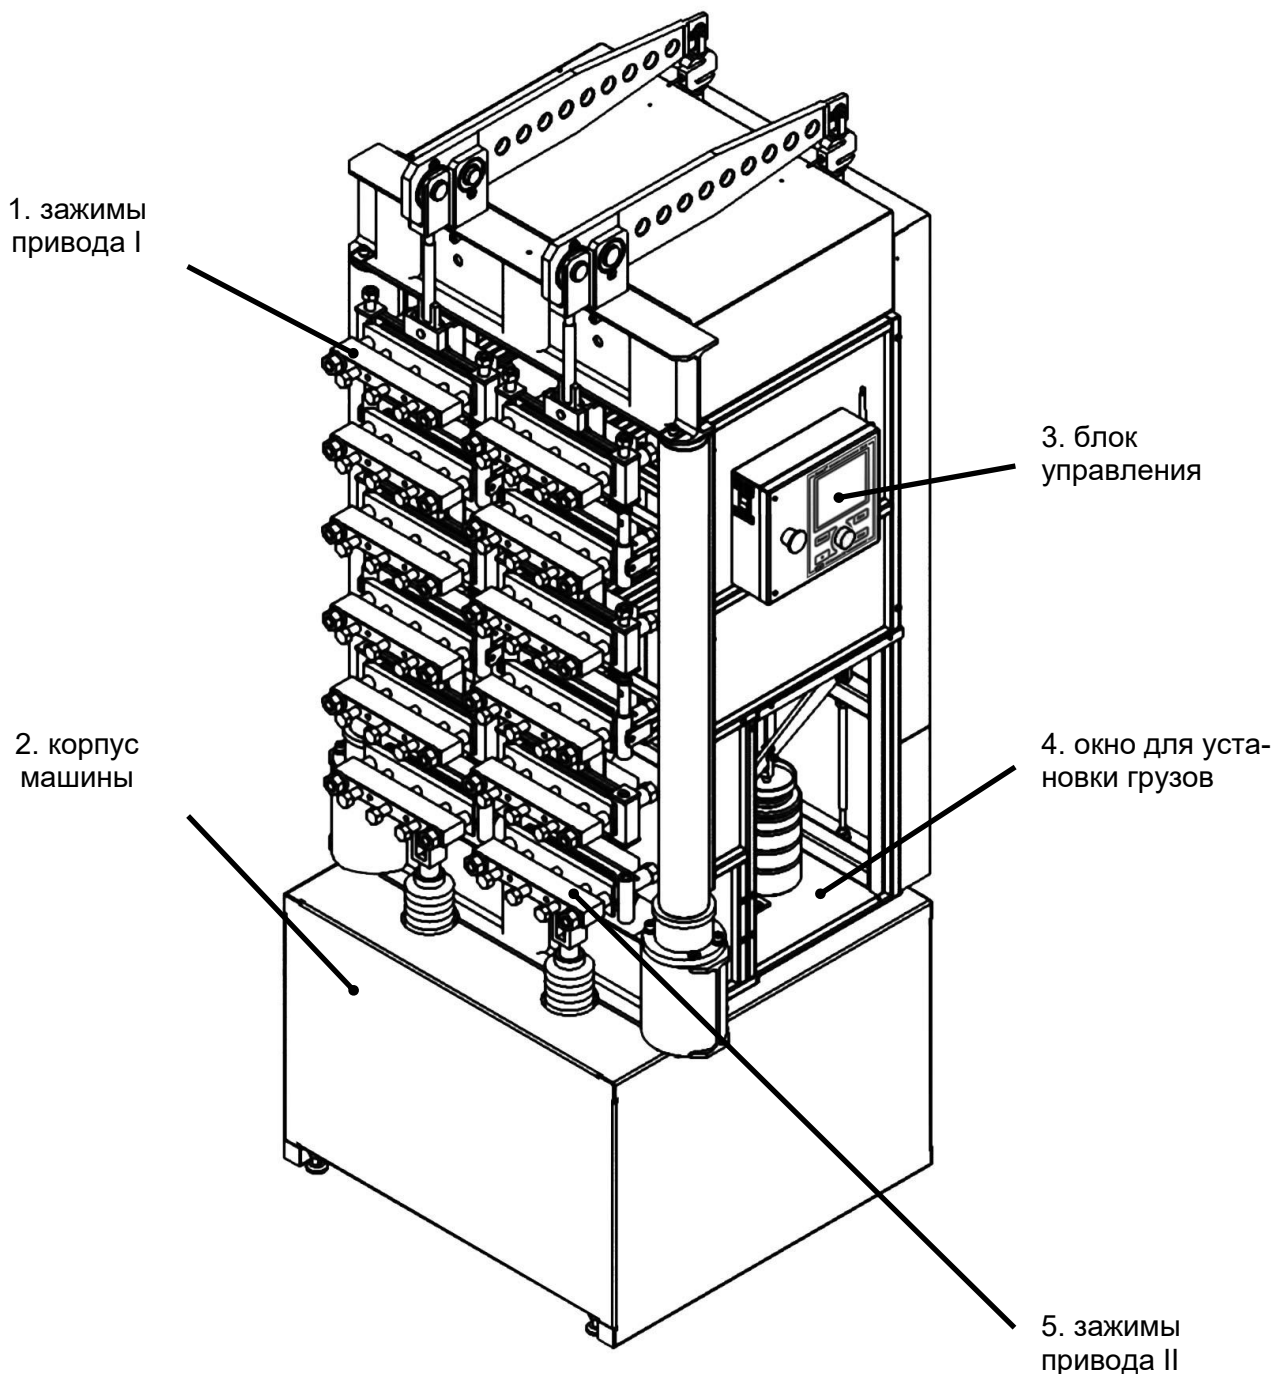

Рисунок 1.1 – Общий вид машины
Образцы устанавливаются в зажимы электромеханических приводов (поз. 1 и 5 на рис. 1.1), расположенных в корпусе машины (2). На блоке управления (3) размещаются органы управления машиной. Нагрузка на образцы задаётся при помощи набора гирь, устанавливаемых в окна (4) на боковых сторонах машины.